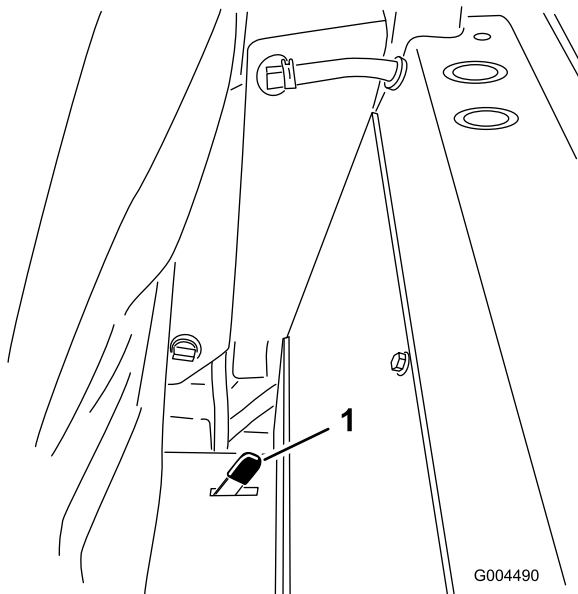

Figure 37
2. Poussez un des verrous du siège, situés derrière et sur les côtés du siège, en arrière pour déverrouiller le siège et tirez le haut du siège en avant (Figure 37).